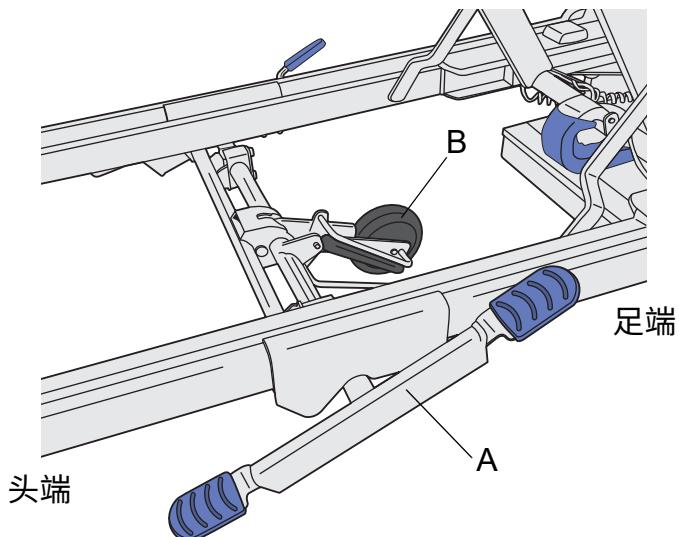

图 1 - 第 5 个脚轮激活踏板
1. 踏下第 5 脚轮启用踏板 (A) 的头端。 **(请参阅图 1)**
1. 踏下第 5 脚轮启用踏板 (A) 的脚端。 **(请参阅图 1)**
2. 确保第 5 脚轮 (B) 从地面上抬起来。